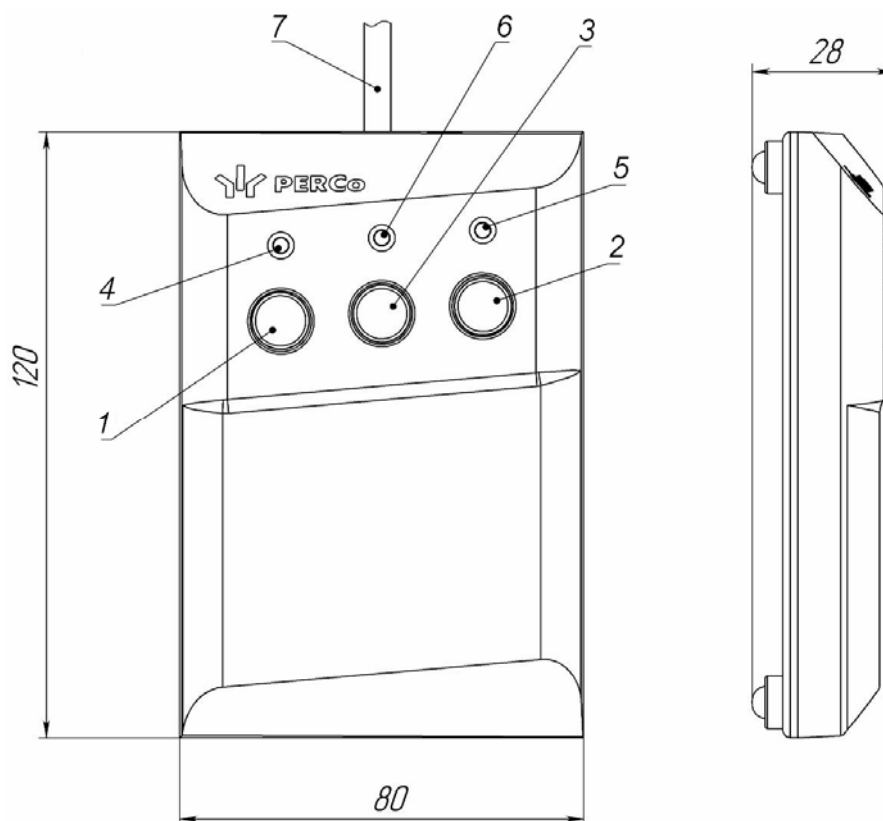

Рисунок 4. Общий вид и габаритные размеры ПДУ
ПДУ (12) выполнен в виде небольшого настольного прибора в корпусе из ударопрочного АБС-пластика и предназначен для подачи команд управления оператором при ручном управлении ЭП и индикации текущего состояния направлений прохода ЭП. Внешний вид и габаритные размеры ПДУ показаны на рис. 4.